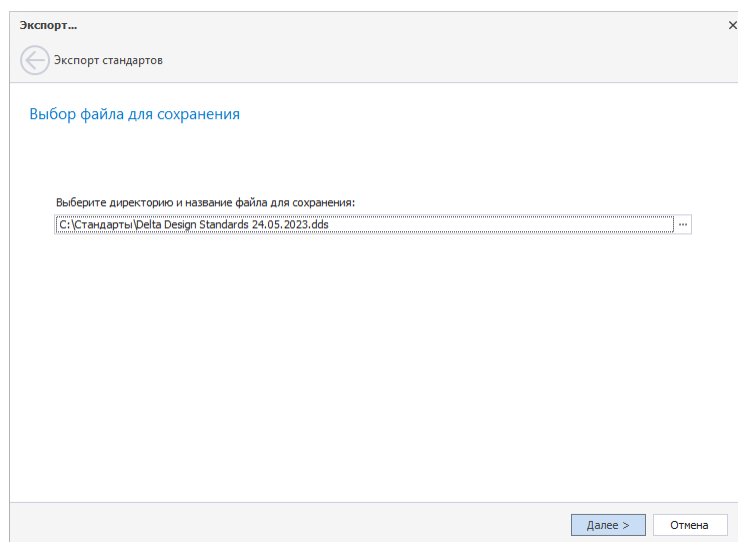

Рис. 13 Выбор файла для сохранения
7. Нажмите «Сохранить». После этого в окне экспорта в строке по выбору директории и имени будут отображены введенные на предыдущем этапе данные, Рис. 13. Нажмите «Далее».